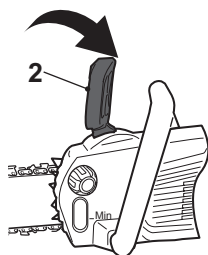

Fig. 15
Poignée de frein [2] désenclenchée: l'appareil est prêt à l'emploi (Fig. 15).
- > Vérifiez que la poignée de frein [2] est bien désactivée. Désactivez la poignée de frein [2] en la tirant vers l'arrière, en direction de la poignée avant [1] (Fig. 15).